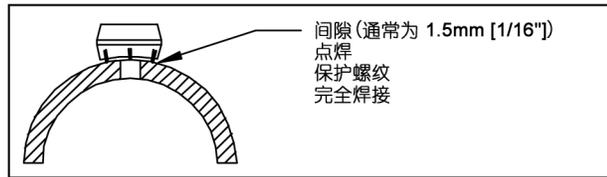

图 3：焊接缝隙
- 确保正确的焊接缝隙（通常为 1.5mm [1/16" ]），通过点焊将螺纹焊接座固定到位，然后拆下检测杆和弹簧锁体。保护螺纹焊接座上的螺纹，然后根据适用的管道标准，完成螺纹焊接座与管道的焊接（参见图 3）。